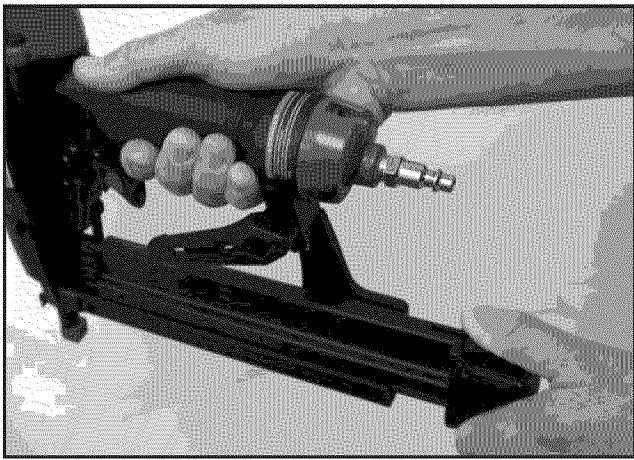

Figura 4- Abra la cubierta del depósito alimentador
- Presione el pestillo de liberación de la cubierta del depósito alimentador y deslice para abrir la cubierta del depósito alimentador (Ver la figura 4)